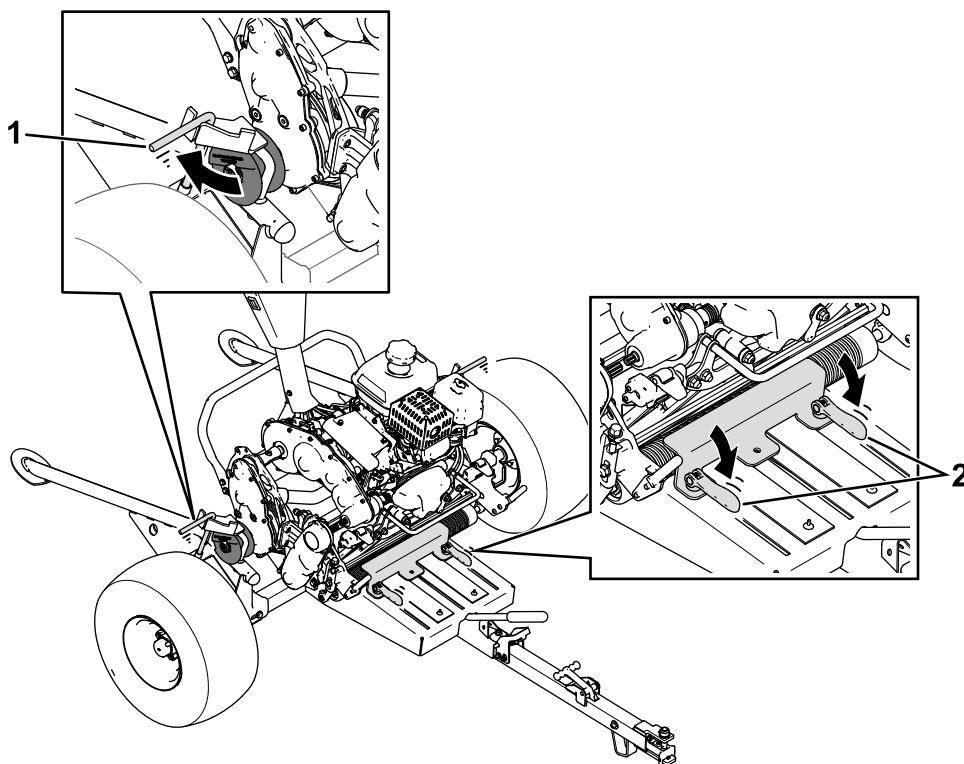

Figure 10
- Fermez les tiges de maintien de chaque côté de la remorque (Figure 10).